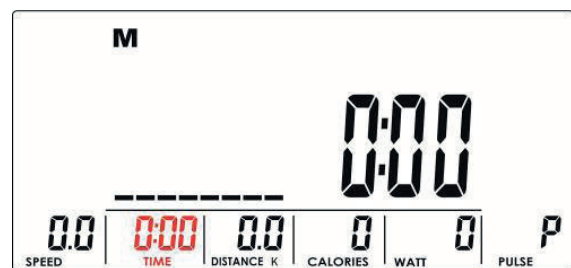

Abbildung 5
- Legen Sie den Wert für Zeit, Strecke, Kalorien und/oder Herzfrequenz mit dem Drehknopf fest und bestätigen Sie die Werte mit der Mode-Taste (Abb. 5–8).